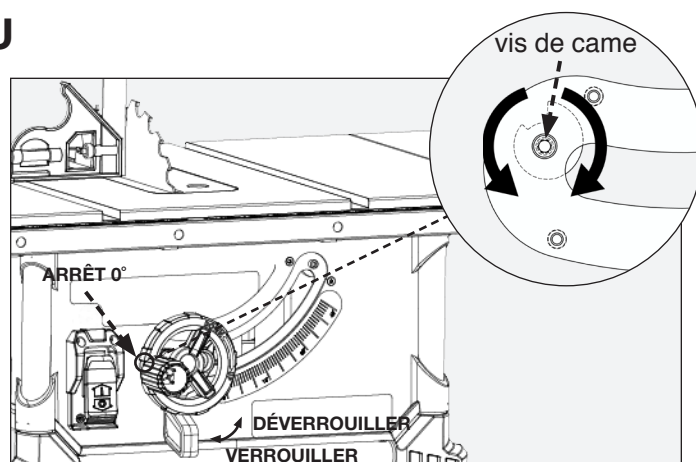

FIGURE 33
**REMARQUE :** Pour les positions de verrouillage et de déverrouillage (figure 33).
Si la lame n'est pas à l'équerre avec la table, réglez la came de butée de biseau à 0° comme le montre la figure 33.
2. Desserrez la vis à tête cylindrique qui bloque la came de butée à 0° (au centre de la came). (Comme le montre la figure 33)